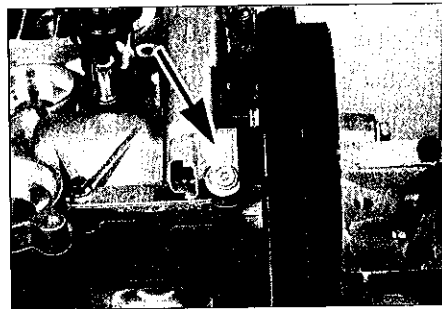

FIG. 40
- le capteur de position arbre à came (Fig.40).